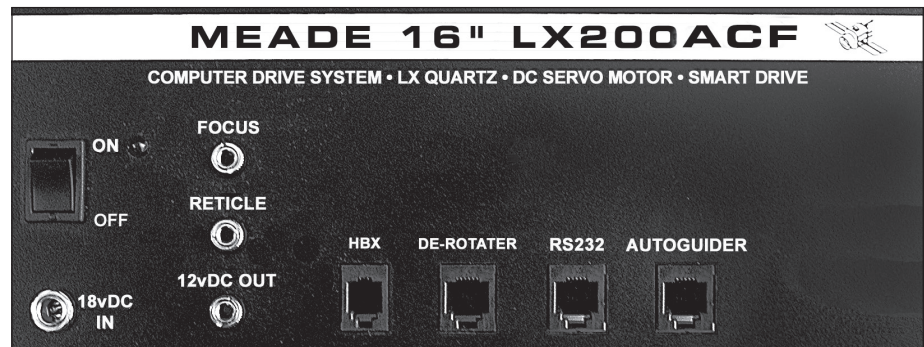

Fig. 43 : Panneau de configuration du LX200ACF 16"
Alimentation 18 V par courant continu (B, Fig. 43) : le télescope peut être alimenté en 115 V alternatif au moyen d'un adaptateur.
Fiche de connexion pour correcteur de rotation de champ (G, Fig. 43) : Utile pour l'alignement altazimutal, elle permet de connecter le correcteur de rotation de champ optionnel #1222 pour l'astrophotographie à longue exposition. Ce correcteur compense la rotation de l'image inhérente au suivi altazimutal. Voir ACCESSOIRES EN OPTION, page 43.
Sortie 12 V en courant continu (E, Fig. 43) pour alimenter les ventilateurs placés sur le tube optique (OTA). Ces ventilateurs évacuent l'air chaud pris au piège à l'intérieur du tube, et permettent ainsi un refroidissement plus rapide.
- a. Vérifiez que le commutateur d'alimentation (A, Fig. 43) situé sur le panneau est en position OFF. Branchez l'adaptateur à la prise 18vDC (B, Fig. 43).
- c. Connectez la raquette de commande Autostar II au port HBX (F, Fig. 43) du panneau de configuration.
- d. Connectez le câble torsadé du ventilateur à la sortie 12vDC (E, Fig. 43) du panneau de configuration.